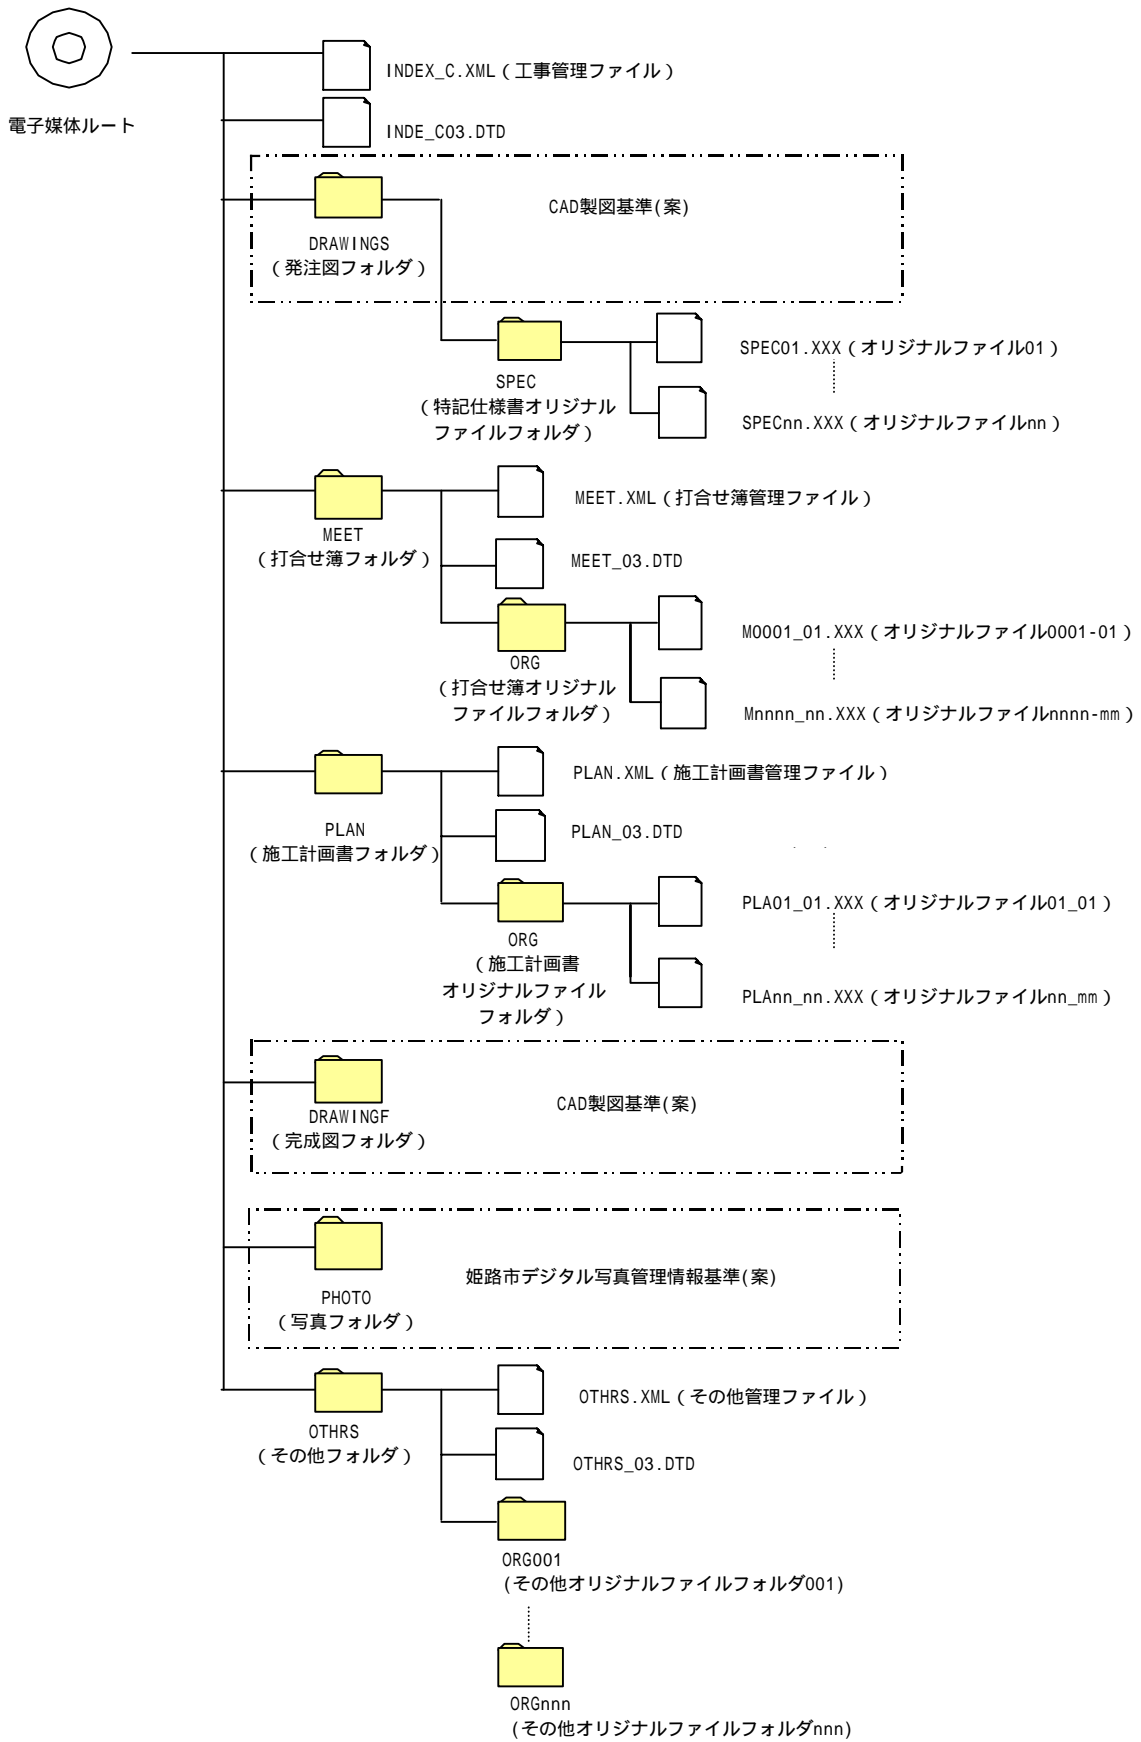

図 3-1 土木工事におけるフォルダ構成
電子的手段により引き渡される成果品は、図 3-1～図 3-7 に示されるフォルダ構成とする。
- 図 3-1 土木工事業務におけるフォルダ構成